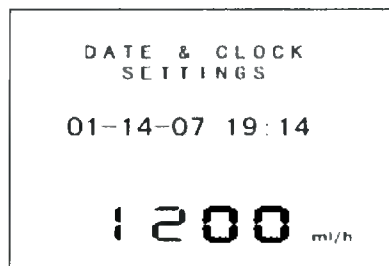

Рис. 17 – Экран установки даты и времени
3. Нажмите , чтобы войти в меню DATE & CLOCK SETTINGS (рис. 17).